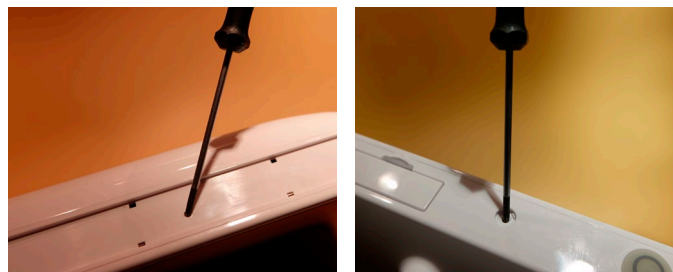

Abbildung 6 Entfernen der Schrauben
- e) **Entfernen Sie die Schrauben an allen vier Kanten der Visualisierungseinheit (Abbildung 6)**